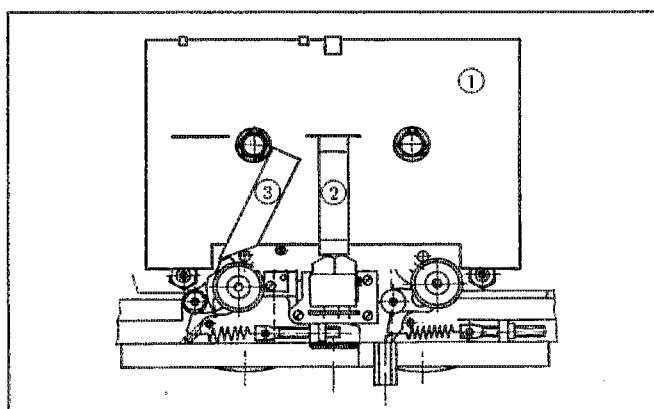
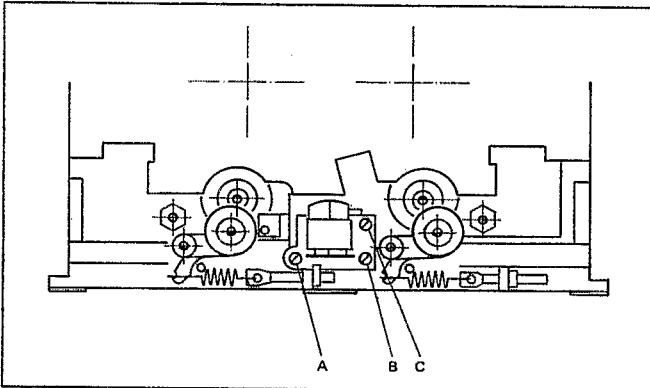

Fig. 3.5
Fig. 3.8
- den Mess-Schieber für die Eintauchtiefe [2] mit dem rechtwinkligen Ende gegen die Tonköpfe auflegen (siehe Fig. 3.5)
- die Höhe ist mit den Schrauben [B] und [C] so einzustellen, dass bei eingelegter Lehre der Schieber [2], ohne seitlich zu streifen durch die Bandführung (rechts des Tonkopfes) geschoben werden kann (Fig. 3.5).
- die Kopfbühne ist mit Schraube [B] (Fig. 3.8) so einzustellen, dass der Tonkopf auf Spalthöhe rechtwinklig zu der Kopfrägerlehre steht. (Dies kann mit dem Schieber [2] (Fig. 3.5) kontrolliert werden. Wenn die angefräste Seite gegen den Wiedergabekopf zeigt, muss der Luftspalt zwischen Kopf und Schieber parallel verlaufen.)
- EINSTELL-Lehre-Tonkopf (Best. Nr. 46172) [1] einlegen (Fig. 3.5)